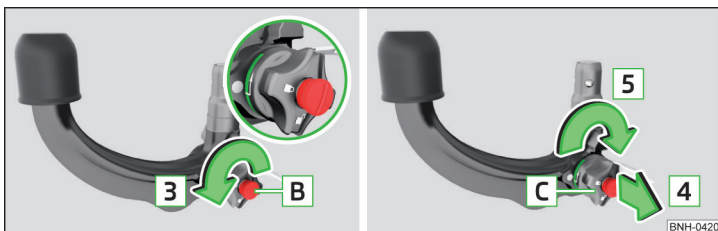

Fig. 123 Reglarea poziției de disponibilitate
- Rotiți cheia [B] până la capăt în sensul săgeții [3], astfel încât săgeata de pe cheie să fie orientată spre simbolul ⚠ » fig. 123.